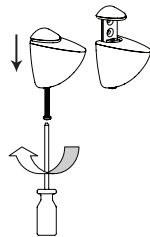

Figure 1
ÉTAPE 1: Desserrez la vis de réglage d'une pince pour tablette jusqu'à ce que les trous internes soient visibles, tel qu'illustré à la **Figure 1**. Répétez pour l'autre pince pour tablette.